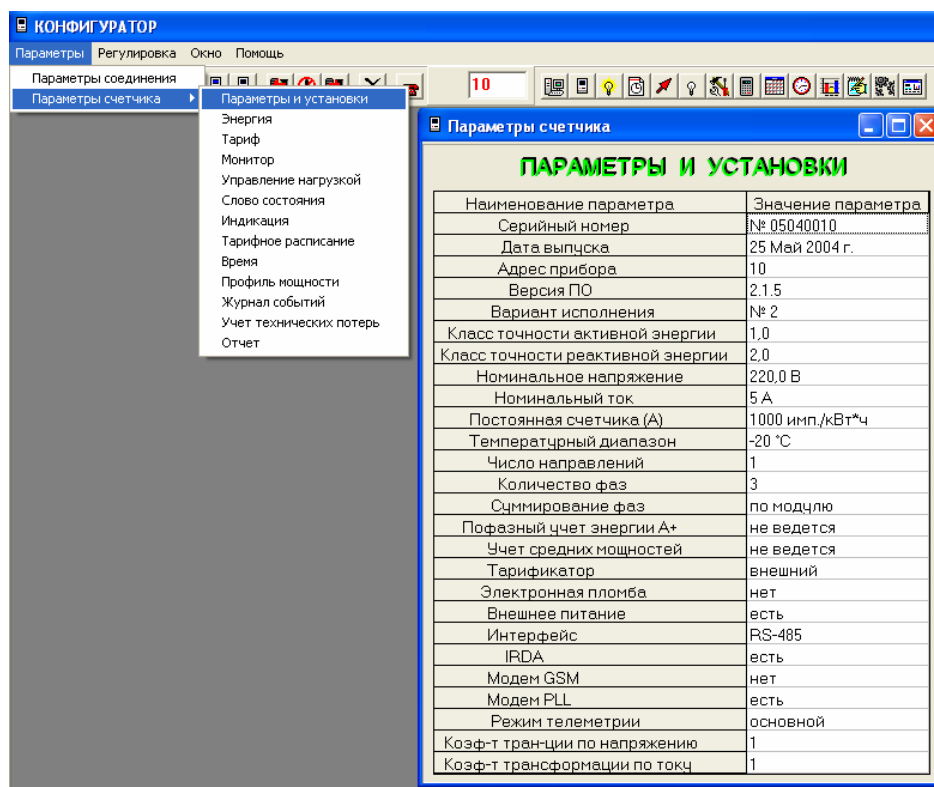

Рис.10
1. выбрать пункт меню «**Параметры и установки**». При этом на экране монитора появится окно «**Параметры и установки**» с таблицей, в которой, в случае успешного обмена, будут представлены все параметры и установки счётчика, к которому происходит обращение (рис.10).